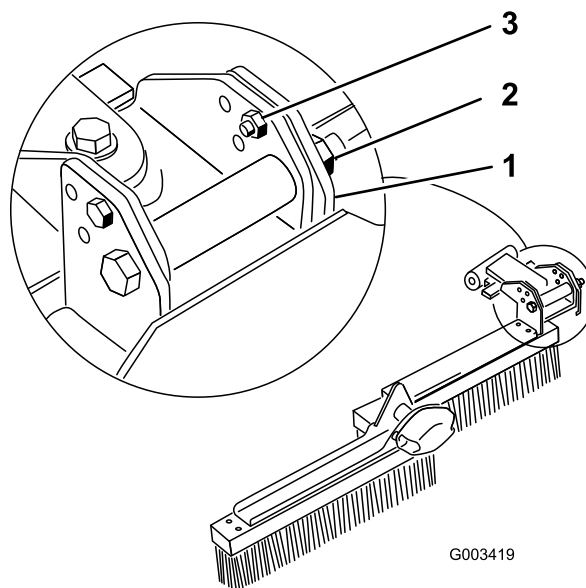
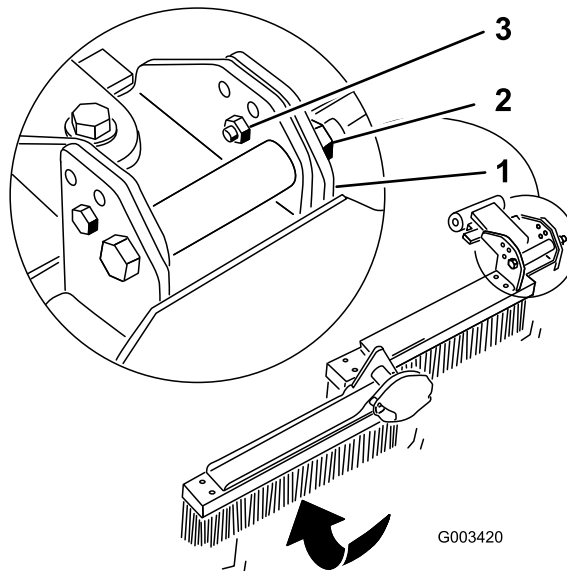

Figure 14
Figure 15
1. Desserrez l'écrou et le boulon qui fixent les supports de pivot des têtes de balai (Figure 14).
2. Retirez les 2 boulons et écrous de réglage des supports de pivot des têtes de balai (Figure 14).
3. Installez et fixez les boulons et les écrous de réglage à l'emplacement voulu, comme montré à la Figure 14, la Figure 15 et la Figure 16.